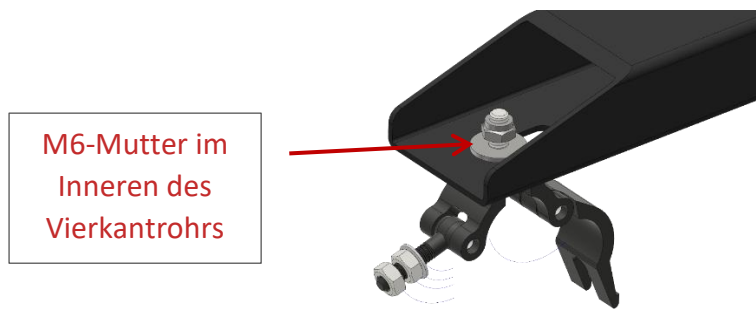

Abbildung 32 Einstellen der 25-mm-Schelle des ECO-ABD-x
**Schritt 3:** Ziehen Sie die beiden M6-Muttern fest, mit denen die beiden Schellen an dem rechteckigen Rohr befestigt sind (siehe Abbildung 32)